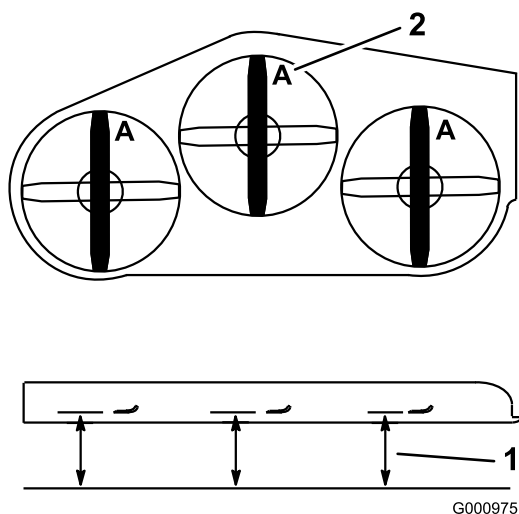

Figure 92
- Tournez les lames dans le sens longitudinal (Figure 92). Mesurez la distance entre la surface plane et le tranchant (position A) des lames (Figure 92). Notez cette valeur.